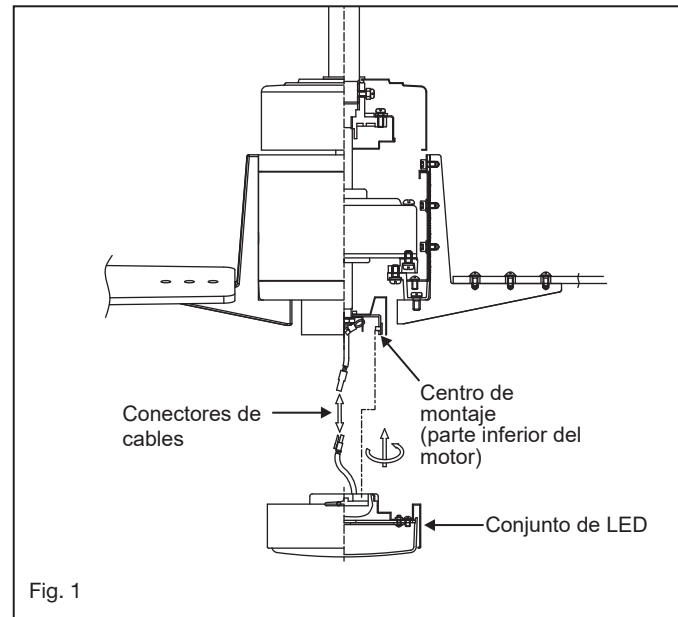

Fig. 1
1. Inserte el receptor en el soporte de montaje en techo con el lado plano del receptor mirando hacia el techo. (Fig. 1) Para un mejor rendimiento, asegúrese de que la antena negra y la antena WIFI, en el extremo del receptor, permanezcan extendidas y no enredadas con ninguno de los cables eléctricos.
- 1 Mientras sostiene el conjunto de LED debajo de su ventilador, realice las conexiones del enchufe polarizado: (Fig. 1)
Retire el panel del transmisor y luego instale una batería 2032 (incluida). Necesita utilizar un destornillador para abrir o cerrar la tapa de la batería. Para evitar daños al transmisor, retire la batería si no la usa durante períodos prolongados (Fig. 1)